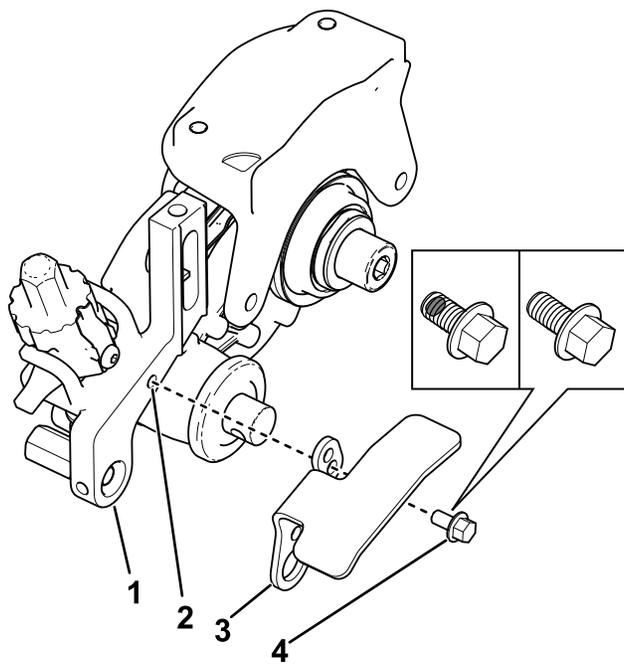

Рисунок 20
2. Прикрепите ограждение корзины для травы к рычагу высоты скашивания (Рисунок 20).